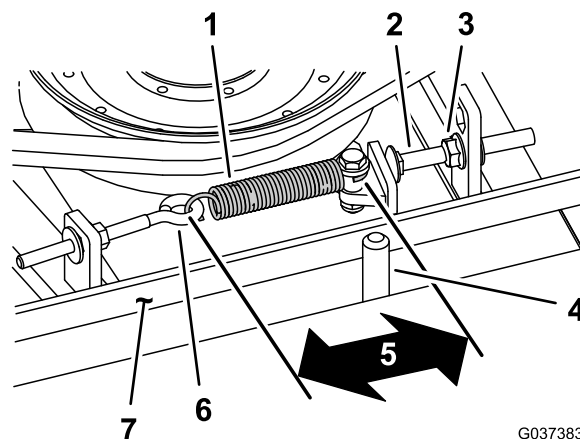

Figura 114
Quando la tensione è corretta, la misura interna della molla di prolunga (da gancio a gancio) deve essere circa 8,3 cm - 9,5 cm. Quando la tensione della molla è giusta, regolate il bullone di arresto (bullone a testa tonda) fino ad ottenere un gioco di 2-5 mm tra la testa del bullone ed il braccio di rinvio (Figura 114).
Nota: Verificate che la cinghia si trovi dal lato molla del guidacinghia (Figura 114).
2. Allentate il bullone ad occhio (Figura 114).
3. Allentate il dado flangiato che fissa il bullone di arresto all'aletta di montaggio e spostate la puleggia tendicinghia via dalla cinghia (Figura 114).
9. Collegate la molla di prolunga (Figura 114) al bullone ad occhio e tendete la cinghia come segue: